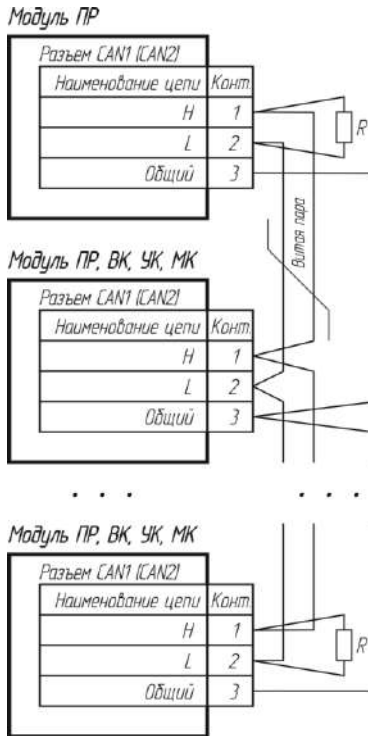

Рис. 5.22. Соединение цепей разъемов *CAN1* (*CAN2*) Контроллера (сопротивления *R* — терминаторы на концах сети)
Модули Контроллера объединяются одноименными клеммами разъемов *CAN1* и *CAN2* соответственно (рис. 5.22). Линии CAN-интерфейса
**7.8.** Соединение модулей Контроллера по CAN-интерфейсу осуществляется кабелями связи с последовательно смонтированными разъемами (рис. 5.22 на с. 57). Монтаж рекомендуется осуществлять неэкранированным кабелем 5-ой категории (две витые пары Джил  $\approx 0,5$  мм).
На концах CAN-сети требуется обязательно установить терминаторы (рис. 5.22 на с. 57), которые поставляются вместе с модулем ПР. Сопротивление терминаторов должно быть равно волновому сопротивлению кабеля, но не менее 110 Ом.
Провода, соединяющие клеммы 3 разъемов CAN-сети, используются для уравнивания потенциалов и не заземляются (рис. 5.22 на с. 57).